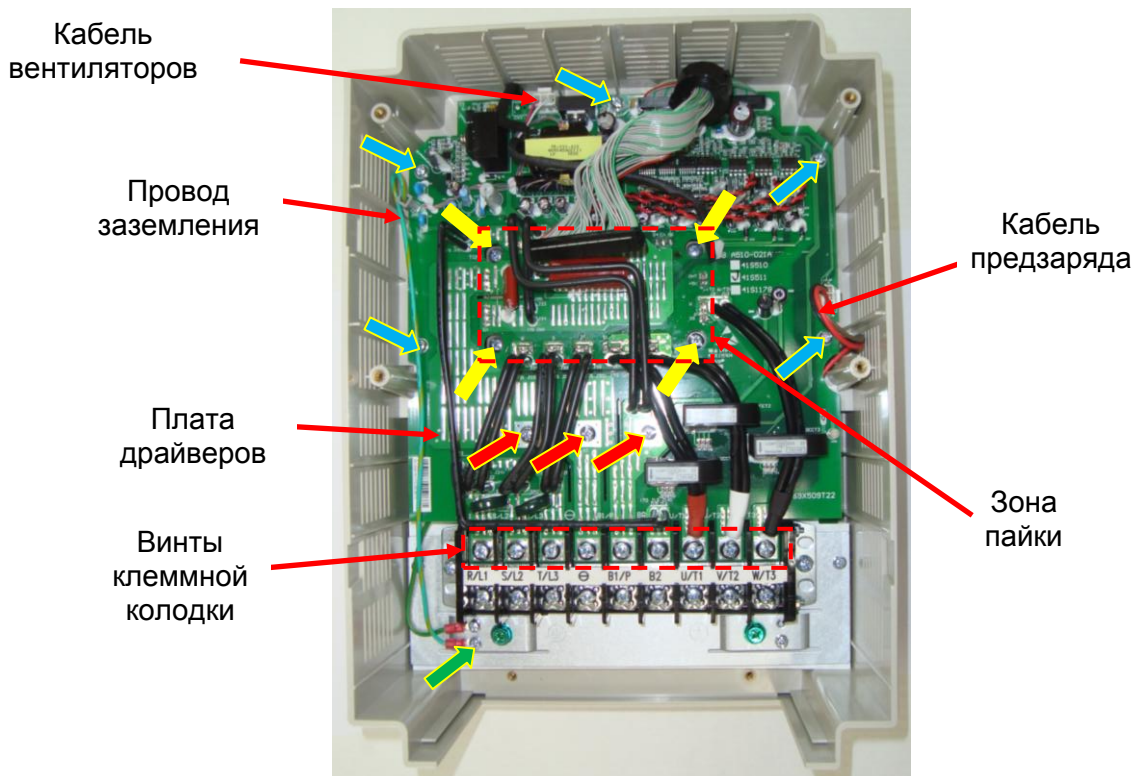

Рис. 7.10
7.5.1. Взять плату драйверов и установить ее на радиаторе, совместив отверстия платы с выводами матрицы IGBT и крепежными отверстиями в корпусе (рис. 7.10).
7.5.2. Затянуть четыре винта крепления матрицы IGBT к радиатору (желтые стрелки, рис. 7.10).
7.5.3. Паять 35 контактов матрицы IGBT (рис. 7.10).
7.5.4. Вкрутить три винта подключения емкостной платы (красные стрелки, рис. 7.10).
7.5.5. Вкрутить пять винтов крепления платы драйверов, одним из винтов закрепить провод заземления (синие стрелки, рис. 7.10).
7.5.6. Подсоединить кабель вентиляторов к разъему CN2 (рис. 7.10).
7.5.7. Подсоединить кабель предзаряда к разъему CN4 (рис. 7.10).
7.5.8. Вкрутить винт крепления провода заземления к панели клеммной колодки (зеленая стрелка, рис. 7.10) и подключить провод заземления к плате драйверов.